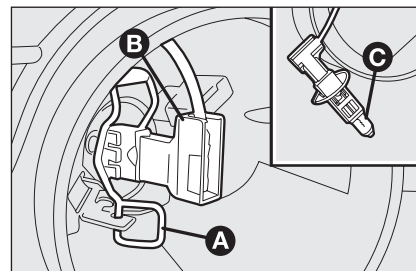

fig. 23
- sganciare la molletta fermalampada **A**-fig. 23;